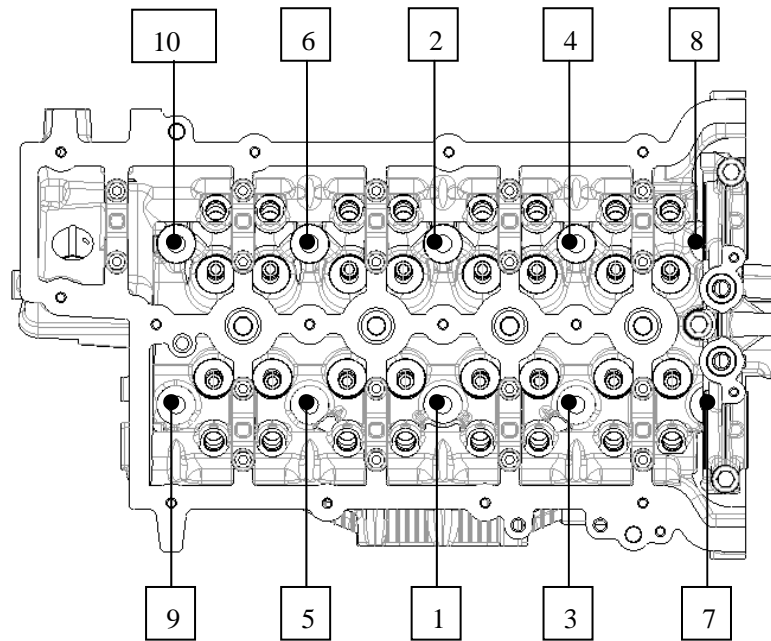

图 B-16 缸盖螺栓拧紧顺序
- 缸盖螺栓的手工拧紧方法：按图 B-16 所示 1-10 的顺序，分步骤拧紧全部螺栓：